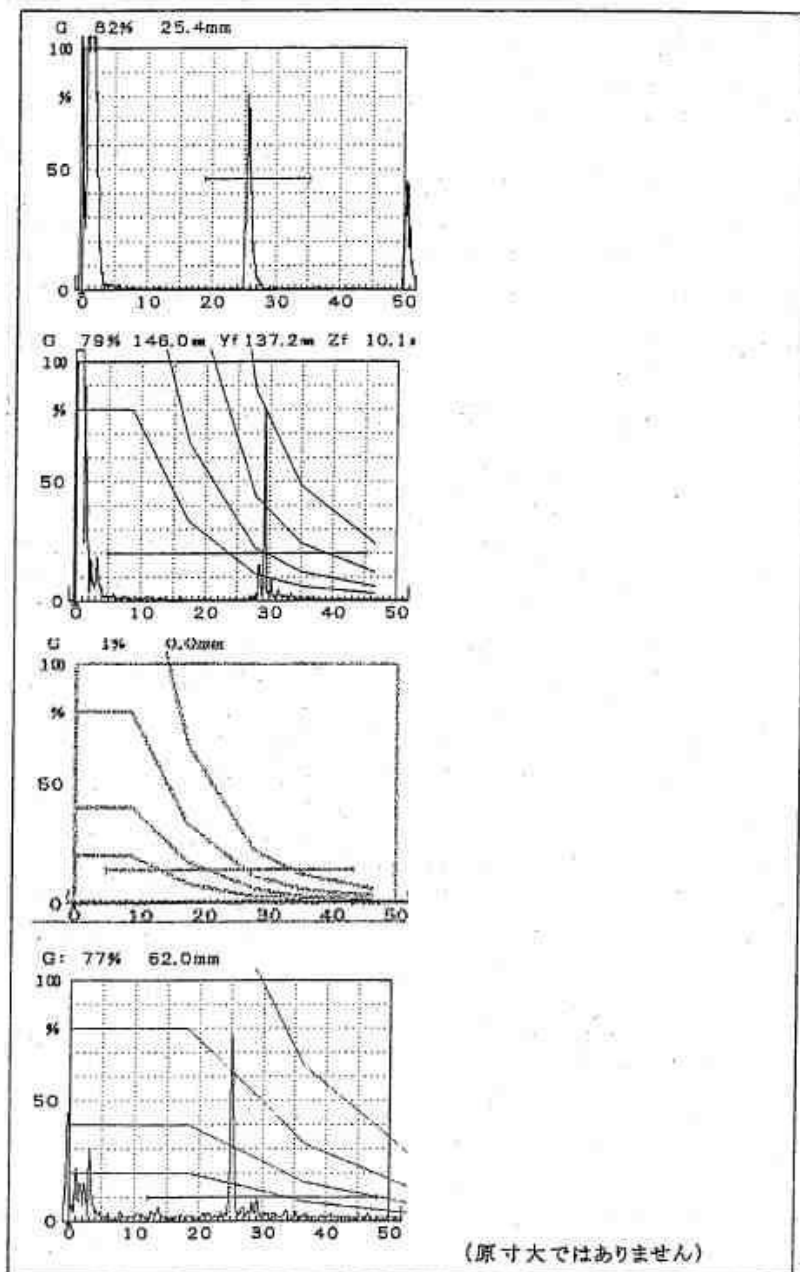

図 6.2.20 印刷様式の例 (実験データ様式)
- (1) 実験様式 : 標準寸法の 1/4 の寸法で、8 個の探傷図形又は周波数分析結果を、図 6.2.20 に示したように A 4 サイズの紙に印刷します。